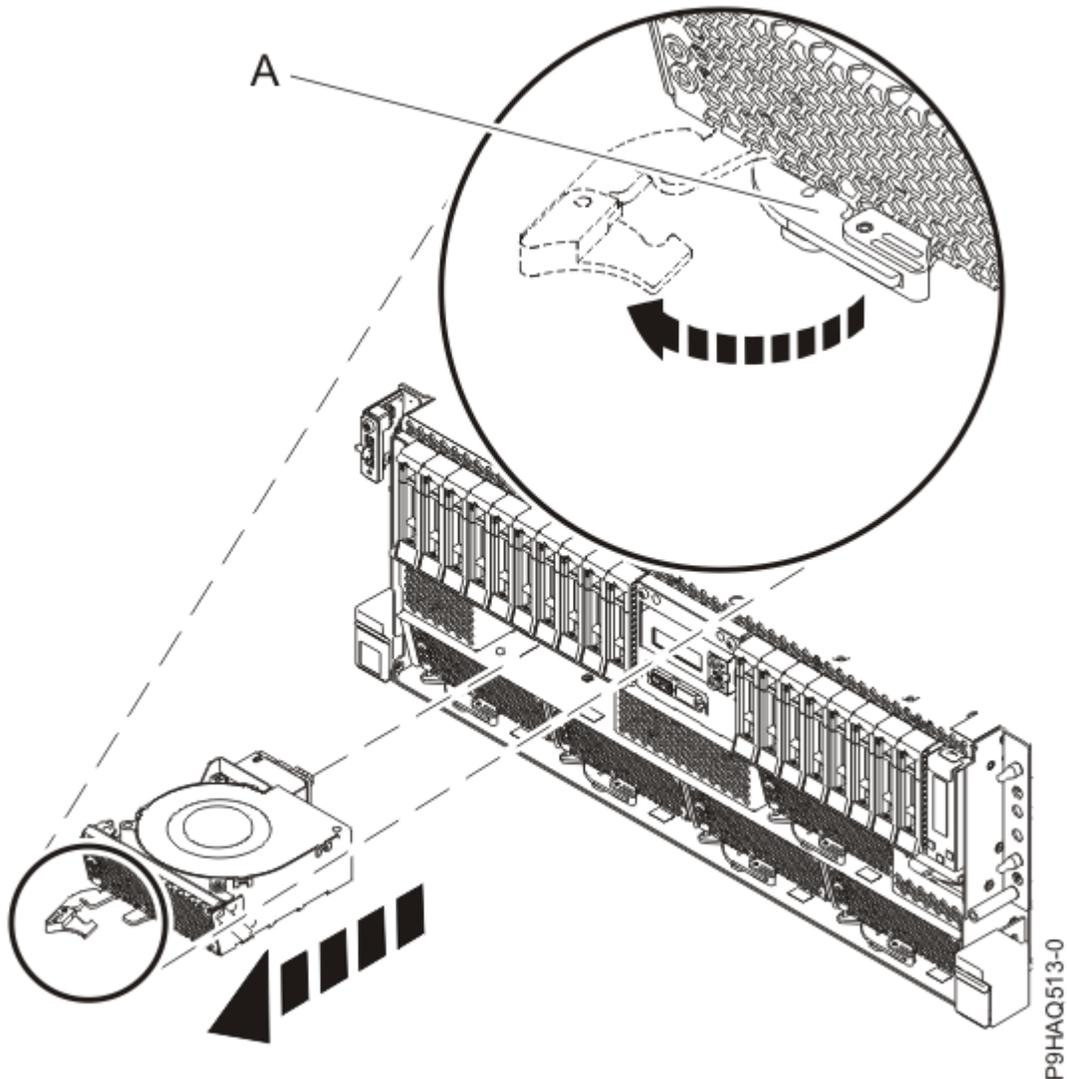

Abbildung 10. Lüfter aus dem System ausbauen
- a) Legen Sie den Daumen auf die Vorderseite der Verriegelung ((**A**) in Abbildung 10 auf Seite 13) und legen Sie den Zeigefinger auf die Rückseite der Verriegelung.
- c) Drehen Sie den Griff in die Richtung, die in Abbildung 10 auf Seite 13 dargestellt ist, um den Lüfter aus seiner Position zu entriegeln.
- d) Halten Sie den Griff, stützen Sie gleichzeitig die Unterseite des Lüfters mit der Hand ab und ziehen Sie den Lüfter aus seiner Position heraus (siehe Abbildung 10 auf Seite 13).